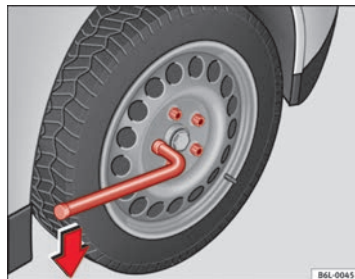

Fig. 134 Changement de roue : dévissez les vis de roue
- Attrapez la clé par l'extrémité et faites-lui faire environ un tour vers la **gauche** ⇒ fig. 134.